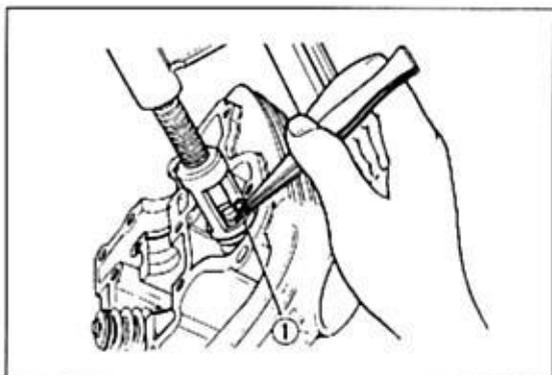

Bild 106
- Ventilfedern mit Ventilfederspanner demontieren (Bild 106).